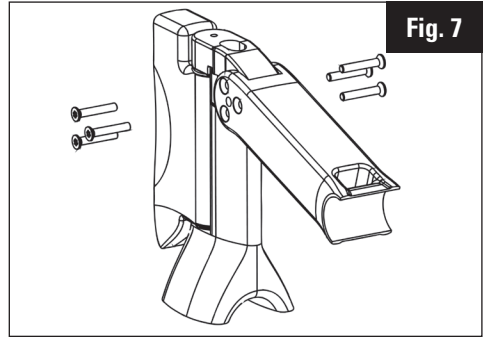

Fig. 7
7. Bringen Sie die Löcher des Vorbaus mit den Löchern der Konen in eine Linie (Abb. 7).